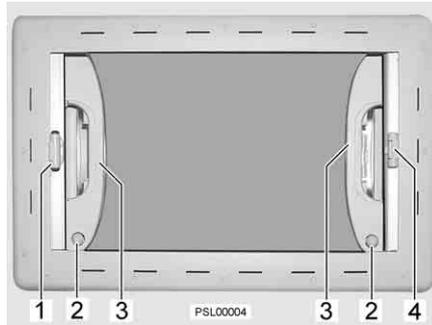

Fig. 14 Tetto multifunzione
- ▷ Afferrare sempre le maniglie (Fig. 14,3) con entrambe le mani per azionare il tetto multifunzione.
- Afferrare ognuna delle maniglie (Fig. 14,3) con una mano e portare il tetto multifunzione nella posizione desiderata.
- Una volta aperto il tetto multifunzione verso l'alto, premere le sicure (Fig. 14,2) e spingere il tetto multifunzione posteriormente afferrandolo dalle maniglie.
- Premere i bottoni di sbloccaggio rossi della maniglia (Fig. 14,1) e con la maniglia portare l'oscurante a rullo nella posizione desiderata.
- Premere i bottoni di sbloccaggio rossi della maniglia (Fig. 14,1). L'arresto si sblocca.
- Tirare la zanzariera a rullo per la maniglia (Fig. 14,4) verso la maniglia contrapposta dell'oscurante a rullo (Fig. 14,1) e farla innestare.
- Riconduurre lentamente la zanzariera a rullo accompagnandola con la maniglia (Fig. 14,4).